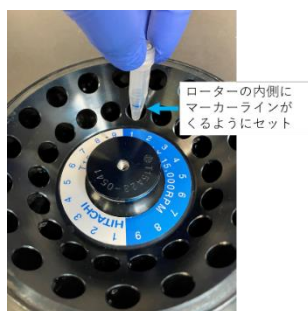

図 3. 遠心ローターへのセット
- (11) 検体をボルテックスした後、マークをした Tube に検体を 1 mL ずつ分注して下さい。
- (12) 油性ペンでラインをつけた側 (目盛りがある側) を遠心ローターの内側になるようにセットして下さい (図 3 参照)。
- (13) 集菌のため 1,200 x g、10 分、室温 (20 - 27℃) の条件で遠心して下さい。
- (14) ゆっくり遠心ローターごと安全キャビネット内に移して下さい。その後、マーカラインを手前に向けて Magnet Stand にゆっくり移し替えて下さい。(15) の操作が行いやすいため、Magnet Stand を使用することを推奨します。
- (15) Magnet Stand にセットしたまま、スクリューキャップを外して、電動マイクロピペットを用いて 0.8 mL 上清を除去して下さい。